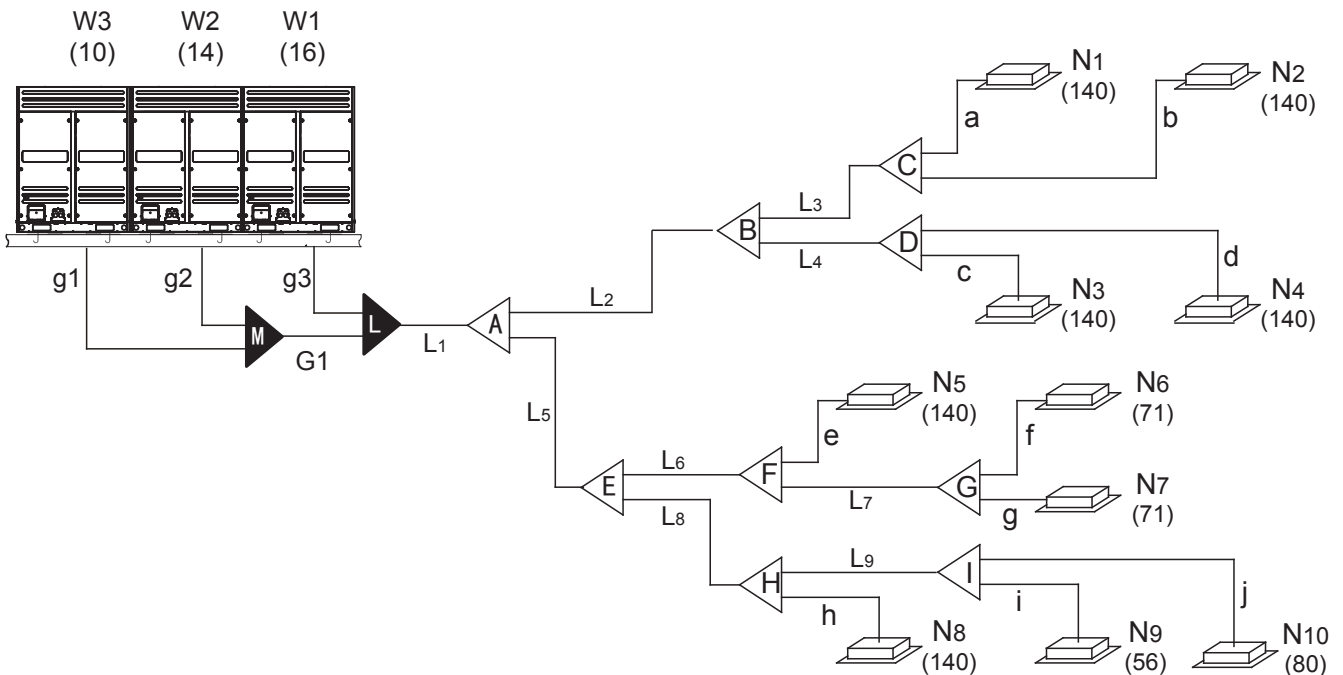

Fig.5-3
Nombre de la tubería	Código (ver Fig. 5-3)
Ej.1: ver la Fig.5-3 ,si la capacidad total aguas abajo para L2 es  $140 \times 4 = 560$ , la tubería de gas L2 será  $\Phi 28.6$  y la de líquido  $\Phi 15.9$ .
- Tomar la Fig.5-3 como ejemplo. Teniendo en cuenta que la tubería equivalente de todo el sistema es superior a 90m.